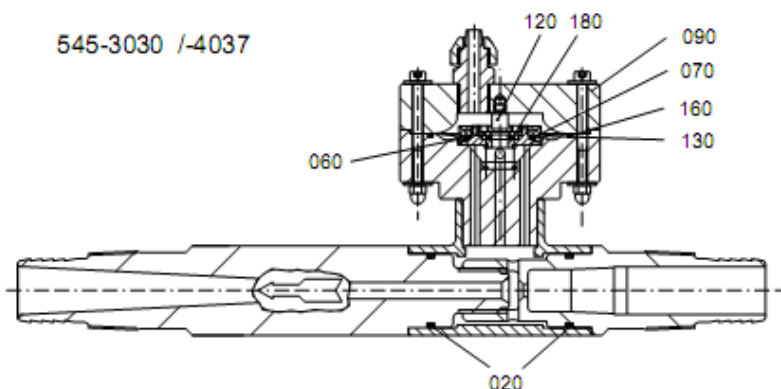

Рис. 10 Схема сборки, инжекторы 545-3030/-4037
- Снимите верхнюю крышку (поз. 090, см. рис. 10).
- Выкрутите поршень (поз. 120, см. рис. 10).
- Если необходимо, замените уплотнительное кольцо (поз. 160, см, рис. 10).
- Снимите седло (поз. 060, см. рис. 10) и уплотнительное кольцо